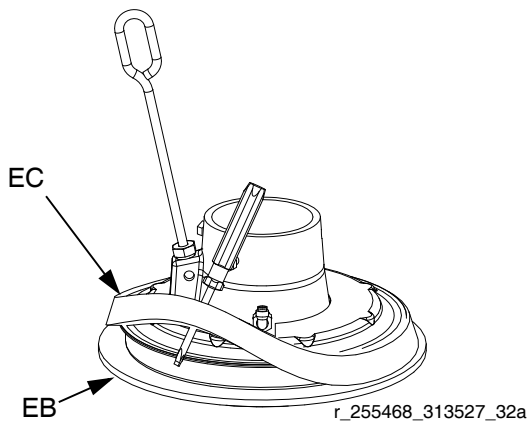

図 18: スペーサーの取り付け
3. 上端から作業し、ドライバーを使用して、スペーサー (EC) をフランジとワイパー (EB) の間にはさみます。図 18。